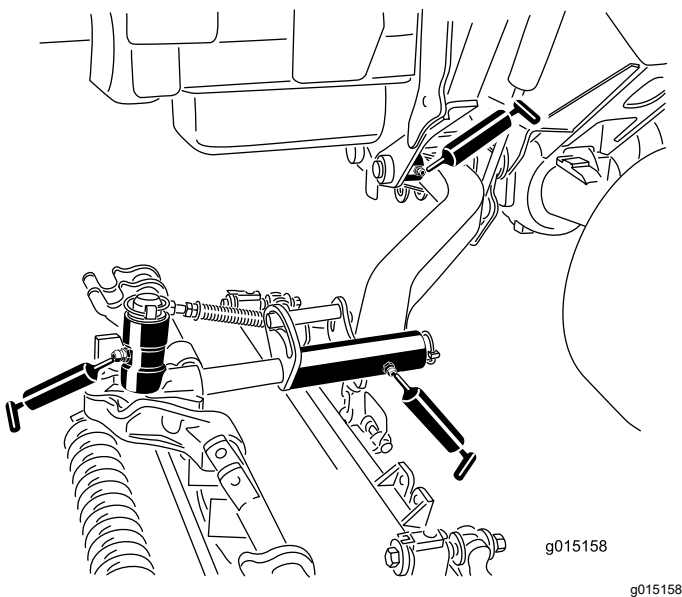

Figura 116
- Bucele de pivotare ale braului de ridicare (1 per unitate de tăiere), consultați Figura 116
- Cadrul de susinere al unității de tăiere (2 per unitate de tăiere), consultați Figura 116
- Pivotul braului de ridicare a unității de tăiere (1 per unitate de tăiere), consultați Figura 116